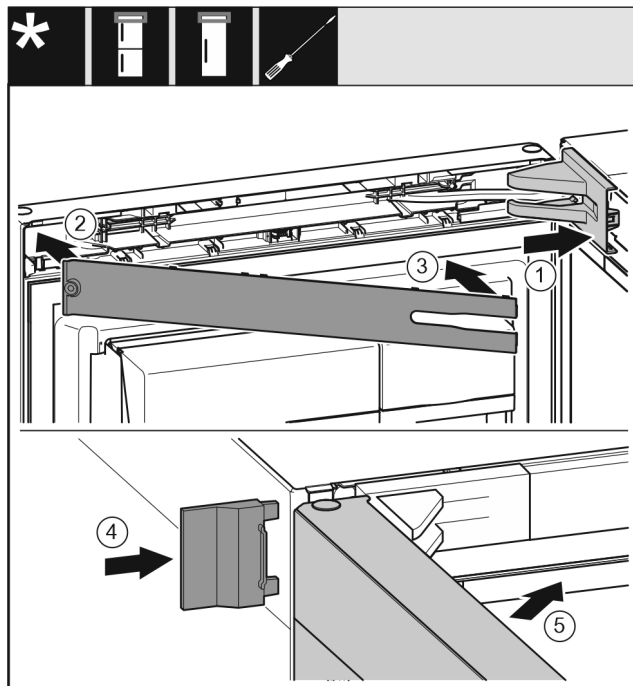

Fig. 62
- ▶ 放上并插入托架盖 Fig. 62 (1)，如有必要小心地按压分开。
- ▶ 盖上隔板 Fig. 62 (2)。
- ▶ 转入隔板 Fig. 62 (3) 并卡入到位。
- ▶ 插入外盖 Fig. 62 (4)。
- ▶ 关闭冰箱上方门 Fig. 62 (5)。